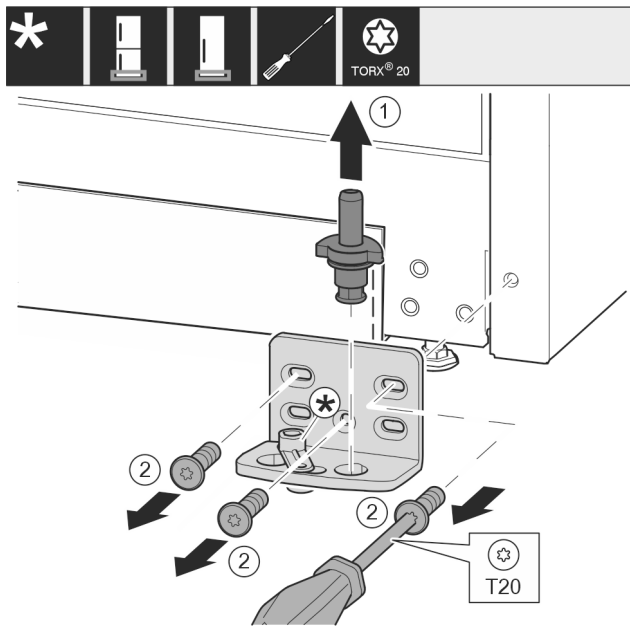

Fig. 11
- Retirer entièrement l'axe de palier Fig. 11 (1) par le haut.
- Desserrer les vis Fig. 11 (2) avec un tournevis et retirer le support de palier.